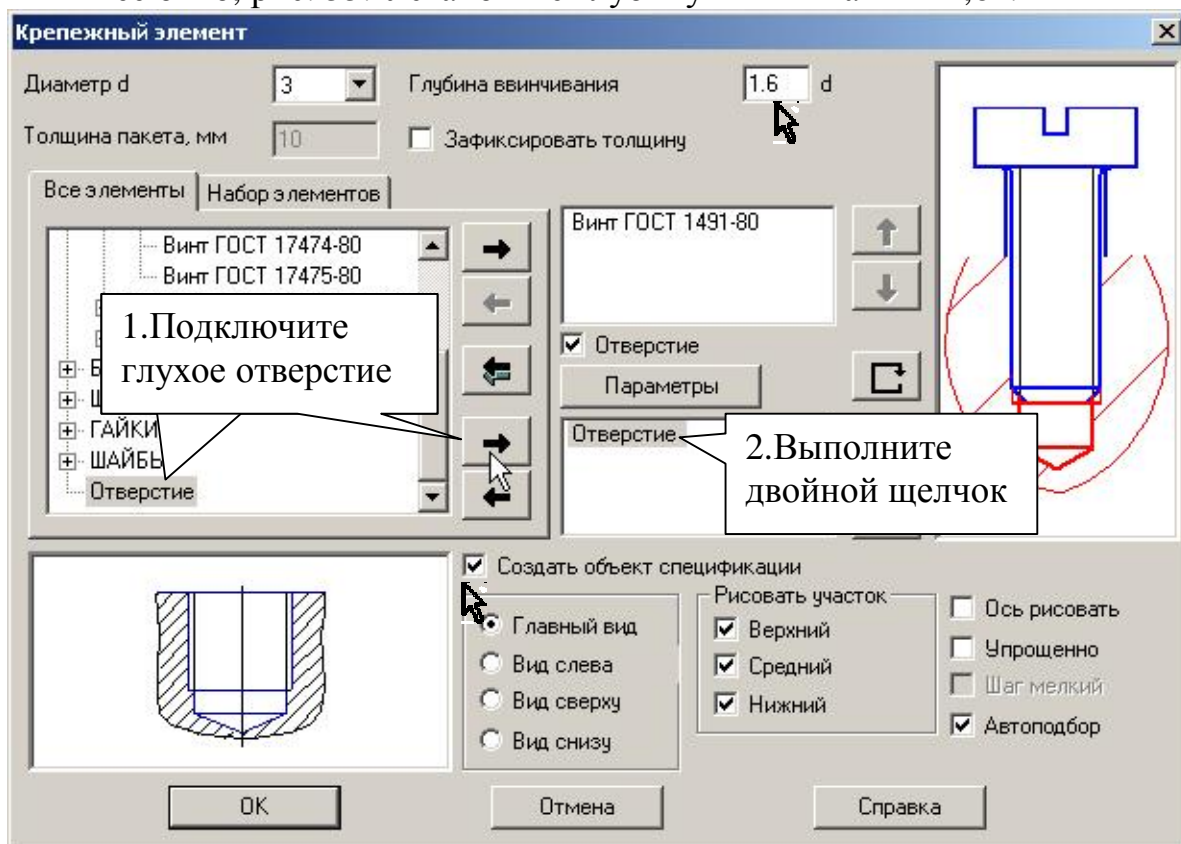
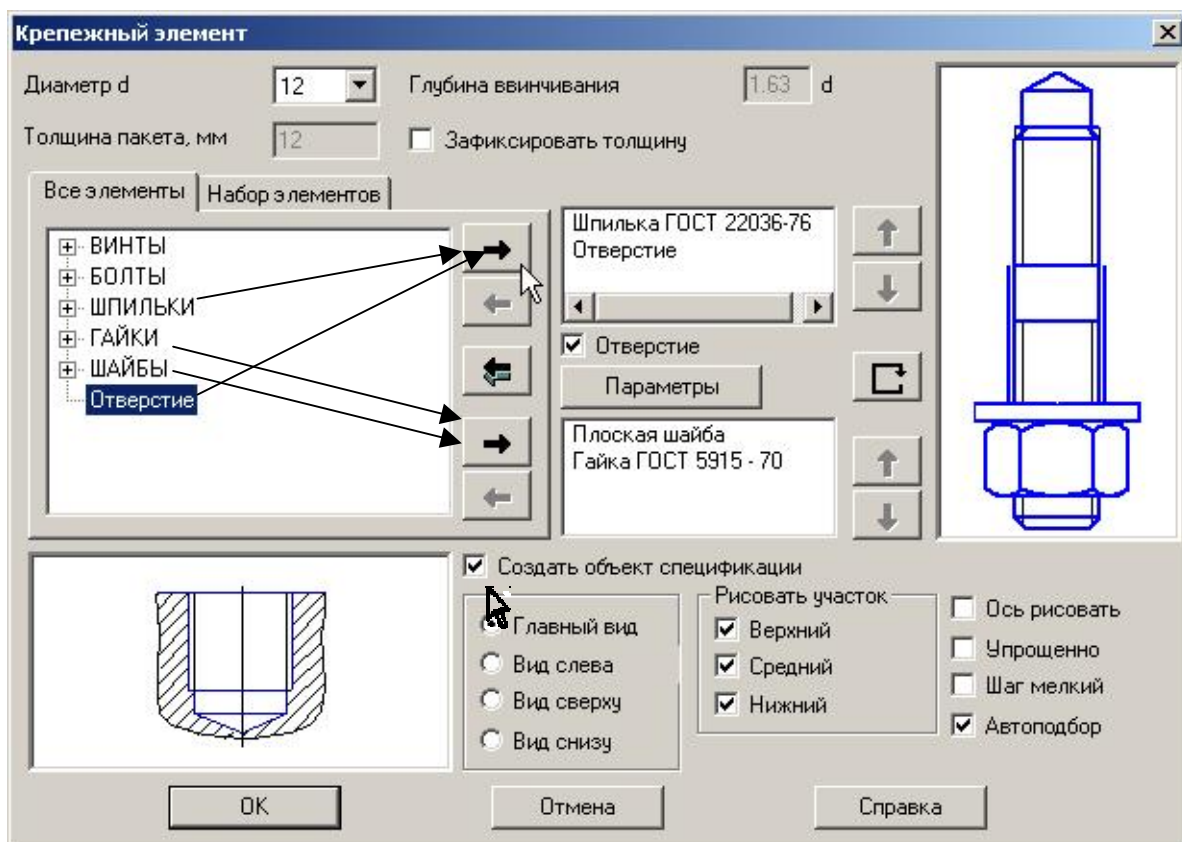
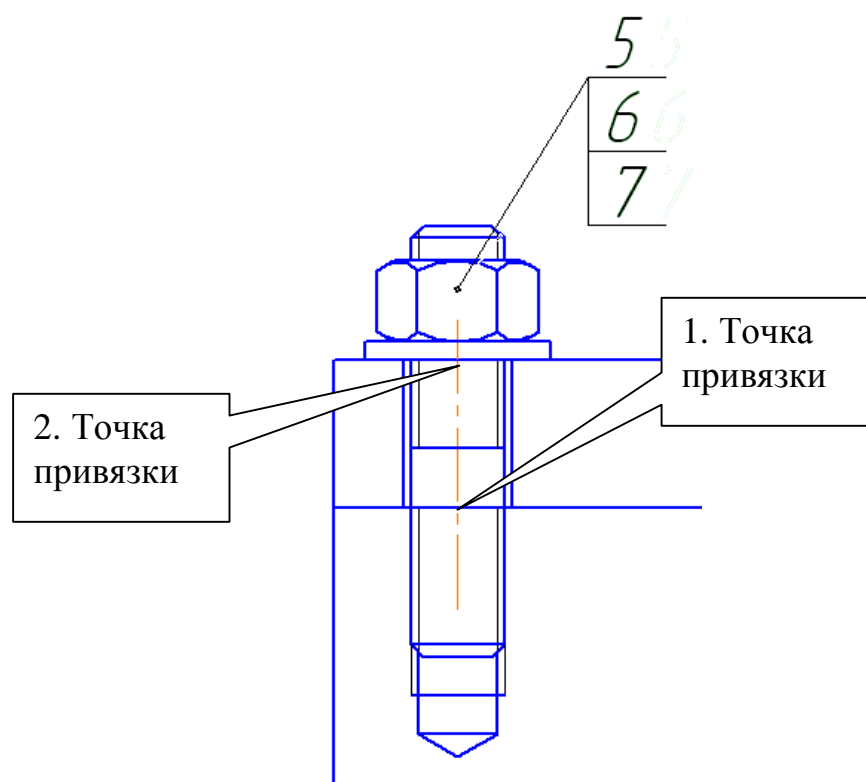

Рис. 55
Рис. 58
Рис. 59
- 2) Для выполнения винтового соединения включите команду **Крепежный элемент**, выберите винт соответствующего стандарта, установите значение диаметра «3». Подключите глухое отверстие, переместив его в нижнее окно, рис. 55. Установите глубину ввинчивания «1,6».
- 3) Выполните шпилечное соединение. Включите команду **Крепежный элемент**. Выберите шпильку указанного стандарта (шпилька данного стандарта вворачивается в деталь, изготовленную из чугуна). Проставьте диаметр шпильки «12». Подключите глухое отверстие и удалите вырыв так же, как и для винтового соединения, рис. 55, 56. Проставьте маркеры на командах **Отверстие**, **Создать объект спецификации**, **Автоподбор**, отключите маркер у команды **Ось рисовать**, рис. 58. Зафиксируйте точки привязки на чертеже, рис. 59. Проставьте номера позиций аналогично простановке номеров позиций в болтовом соединении.